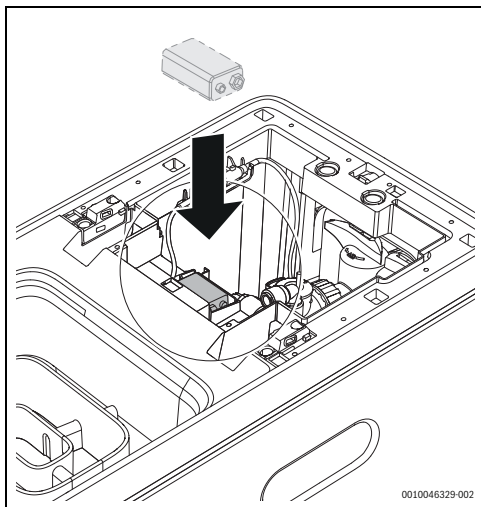

Bild 8 Anschluss der Batterie
- Gerätedeckel öffnen und 9-V-Batterie (6LR61) an das Ventil anschließen (→ Abb. 8).